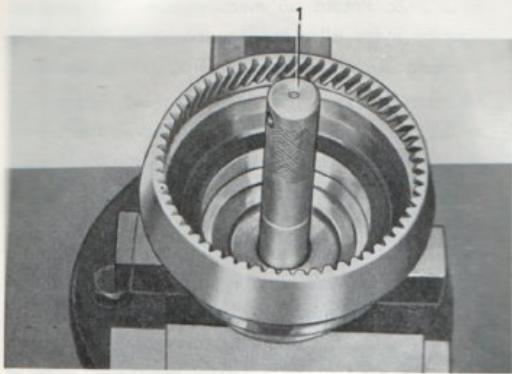

Bild 18. Montering av nållager, utgående axel
1. Sätt i främre låsringen för lagret (28) i bakre hushalvan. Pressa i lagret med dorn SVO 2413.
2. Pressa stödlagret (31) för växellådans huvudaxel i utgående axeln (25) med dorn SVO 2417, se bild 18. Pressa främre lagret på utgående axeln med dorn SVO 2412.